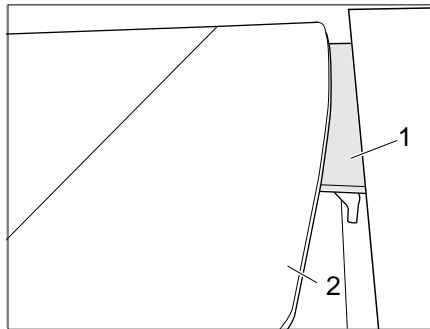

Bild 114 Tisch absenken
- Tischplatte (Bild 114,2) nach unten auf die Abstützkante (Bild 114,1) schwenken.